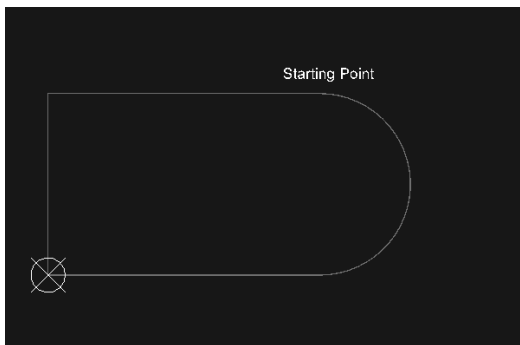

图 11-7 绘制板形 3
- (15) 双击放置的圆形，打开其属性对话框，将圆形示意图中的 Start Angle 设为 270，End Angle 设为 90，单击 OK 按钮退出，形成封闭的板形，如图 11-7 所示。
- (16) 当前板层保持在 Mechanical 1，执行菜单命令 Edit >> Select >> All on Layer[E, S, V]，选中